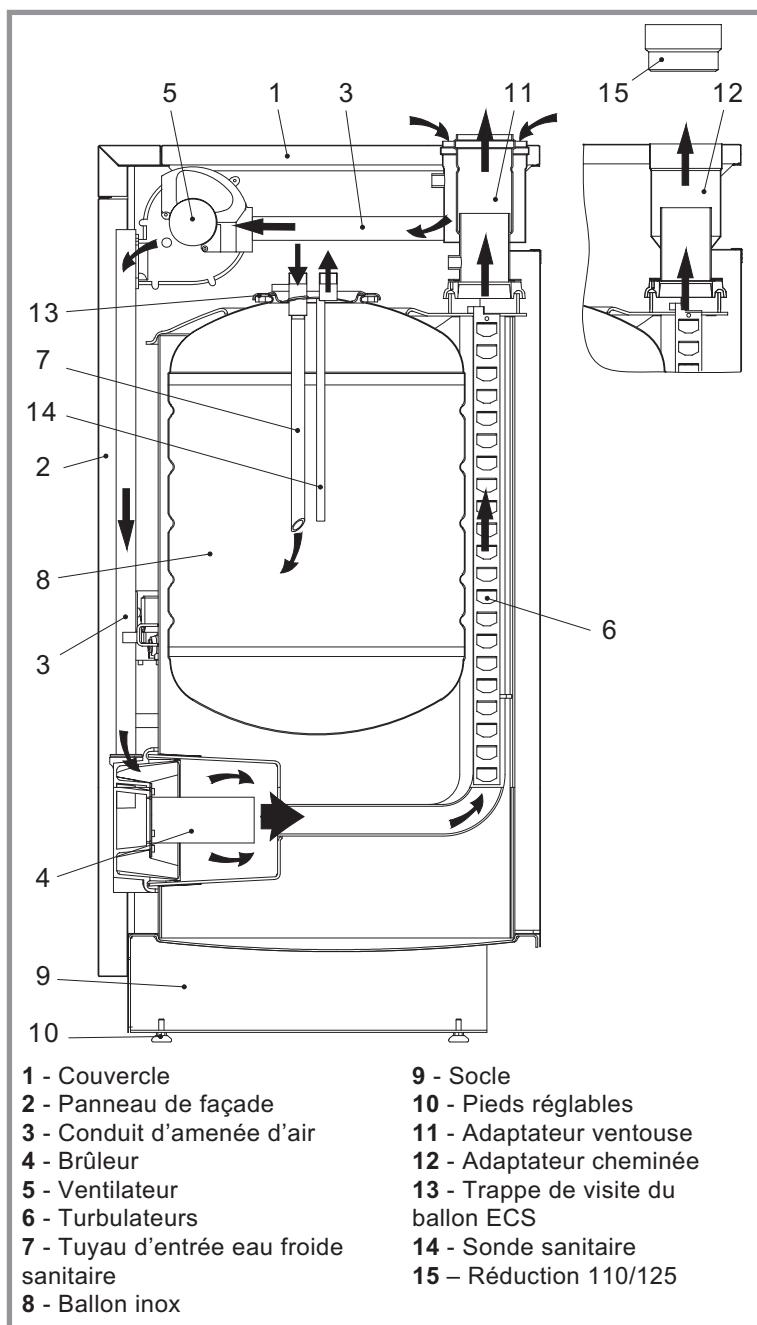

Figure 4 - Coupe schématique de l'échangeur
- Introduire l'ensemble ventouse monté dans le trou du mur et le raccorder sur l'adaptateur de la chaudière en veillant à l'étanchéité. (rep. 11, fig. 4, page 6),